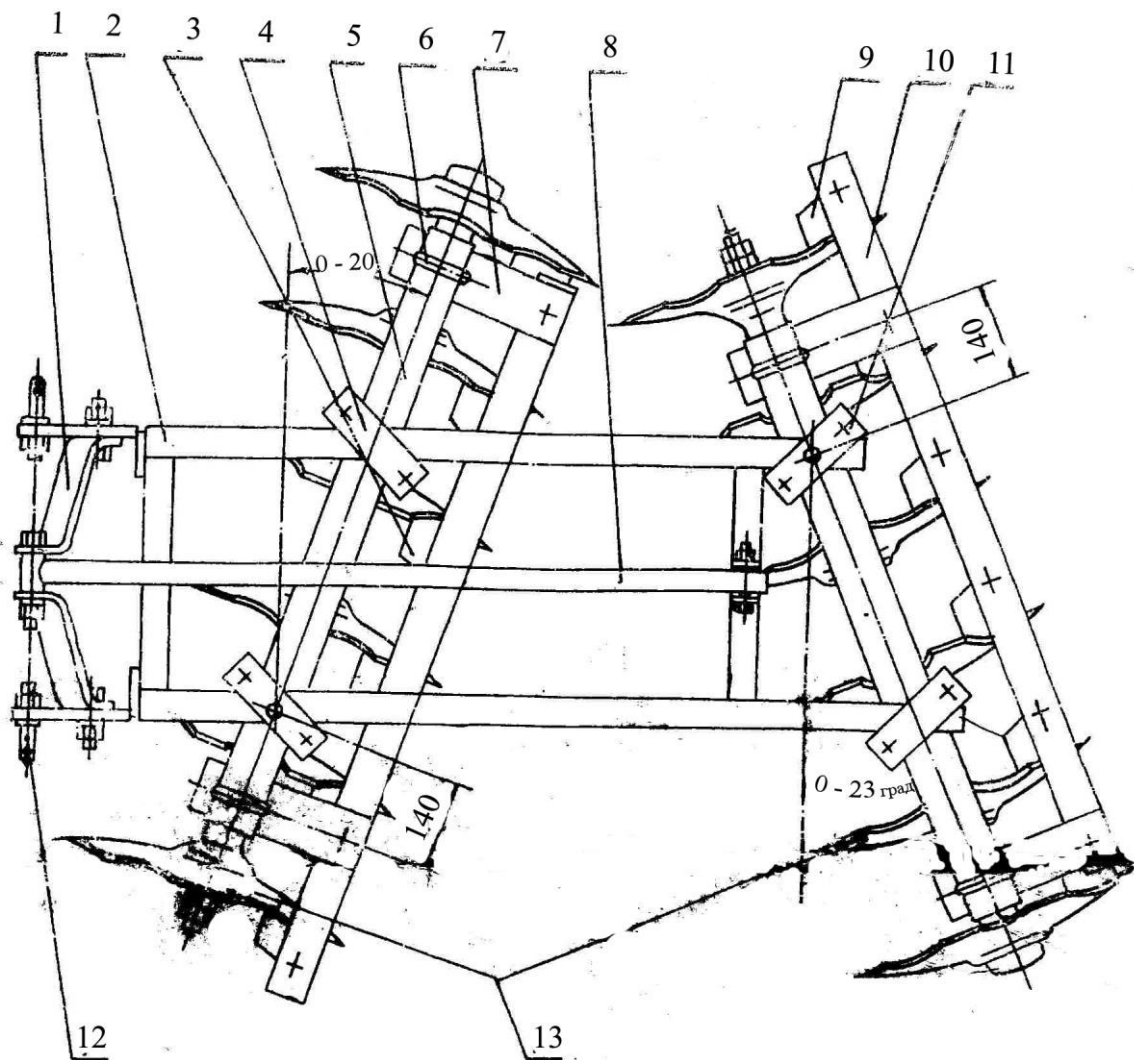

Рис.1. Основные составные части дискатора типа 1BQX
- 13 - передняя и задняя дисковые батареи (см. рис.1).